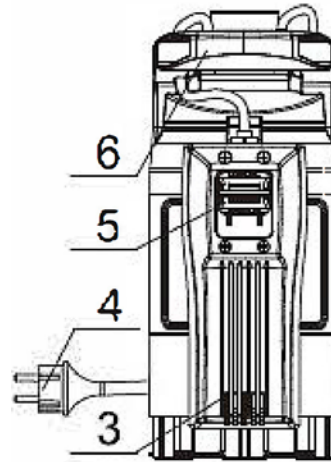

Abb. 10: Automatischer Betrieb der Pumpe
Der Schwimmerschalter 3 (Abb.10) schaltet die Pumpe automatisch ein, wenn der Wasserstand die Einschalthöhe überschreitet und das Wasser abgepumpt wird. Sobald der Wasserstand unter die Ausschalthöhe fällt, schaltet der Schwimmerschalter die Pumpe aus.
Schritt 2: Schieben Sie den Schaltknopf 5 (Abb.10) auf Automatik.
Schritt 4: Stecken Sie das Netzkabel 4 (Abb.10) in eine Netzsteckdose.
Schritt 2: Schieben Sie den Schaltknopf 5 (Abb.10) auf Manuell.